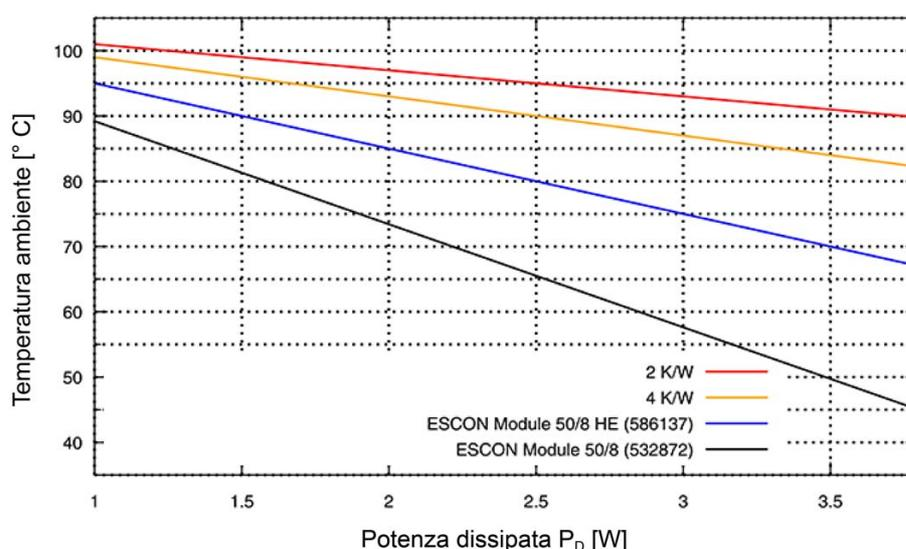

Figura 2-2 Derating temperatura ambiente / dissipatore necessario
Range esteso ^{*1)}	6.000...10.000 m MSL Derating: Temperatura ambiente (→ Figura 2-2) meno 11 °C
3) →Figura 2-2